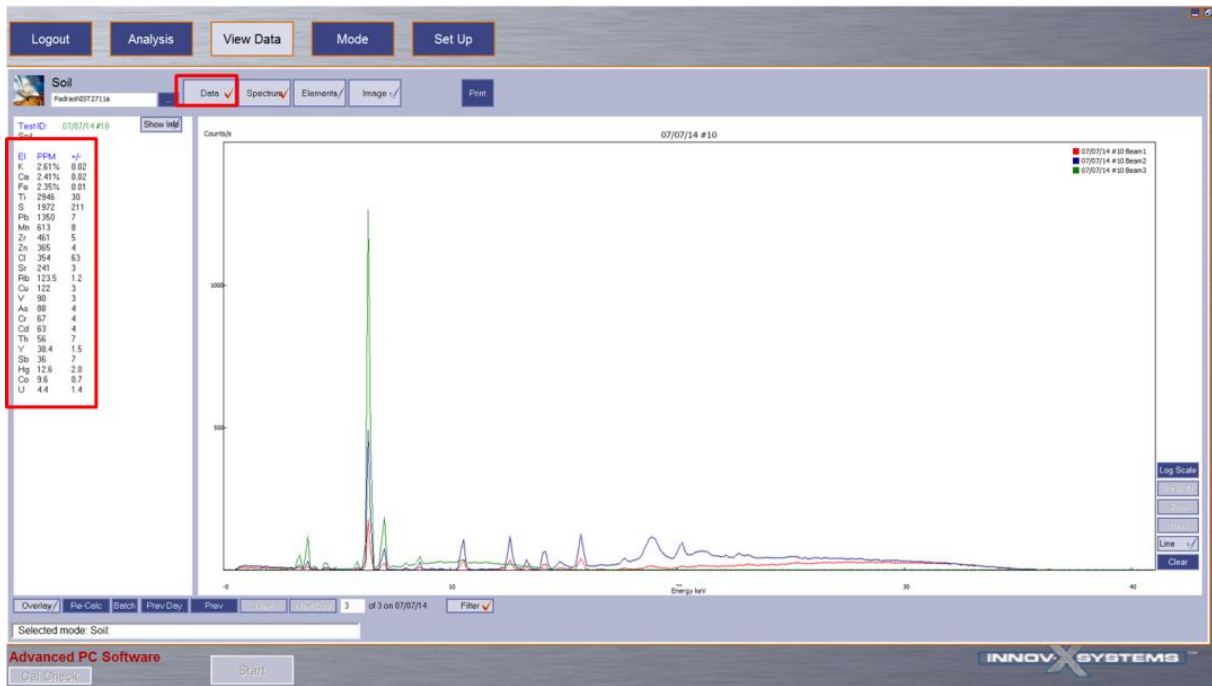
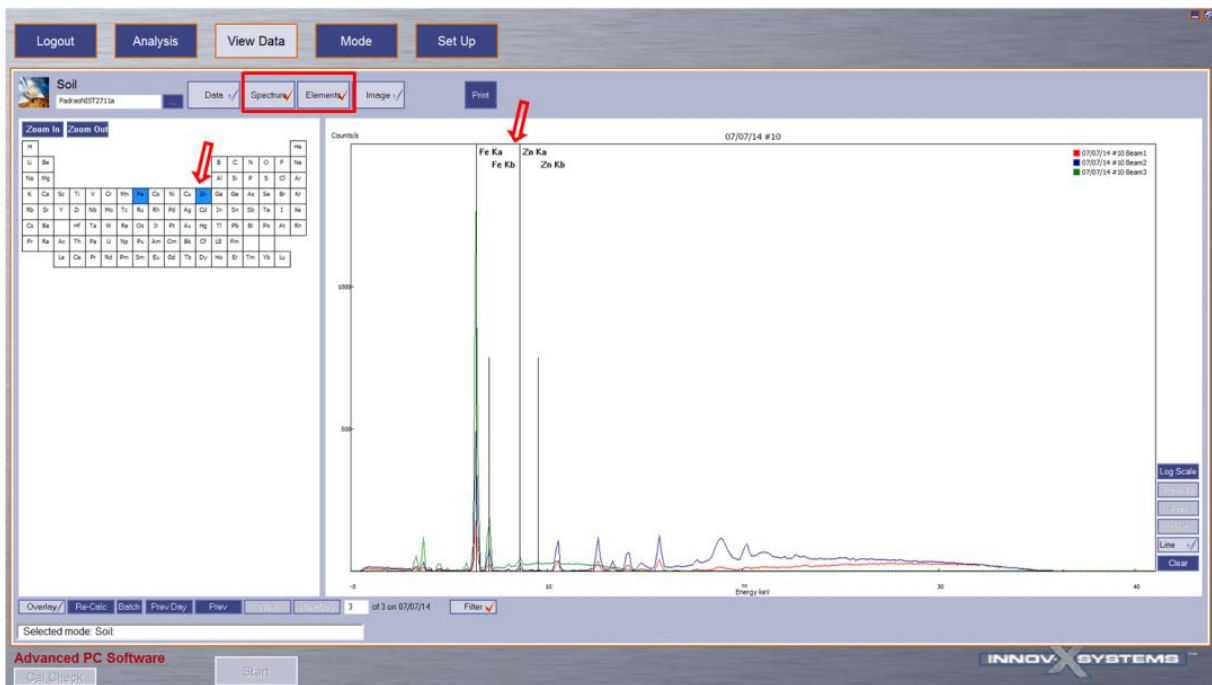

Figura 27 – Imagem mostrando tela de visualização da leitura (Espectro e Resultados).
Figura 28 – Imagem mostrando tela de visualização da leitura (Espectro e Elementos).
- Durante a análise os resultados podem ser acompanhados em tempo real selecionando o item Data (Figura 27). Outra possibilidade é acompanhar os espectros e os elementos referentes selecionando *Spectrum* e *Elements* (Figura 28).